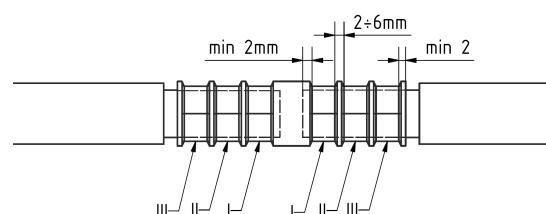

Рис.2. Способ запрессовывания а) трубный наконечник б) трубный соединитель
- Касается наконечников и трубных соединений, которые зажимаются матрицами **USD**. Действовать согласно с обозначениями на трубной части наконечника. В случае недостатка обозначений на наконечнике (соединителе) надо провести возможное максимальное количество запрессовок соблюдая расстояния между запрессовками (Рис. 2а и 2б). Запрессовку наконечника начать от складки (оттиск I) и продолжать к направлению провода (оттиск II и III). Запрессовку соединителя начать от серединной его части (оттиск I) и продолжать в направлении провода.